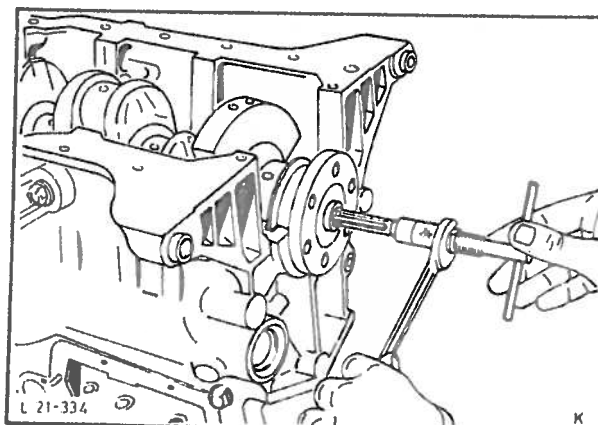

Fig. 53 Trekk ut veivakselens nålelager med spesialverktøy 21-037A.
26. Trekk ut veivakselens nålelager fra akselen ved bruk av spesialverktøy 21-037A, fig. 53.